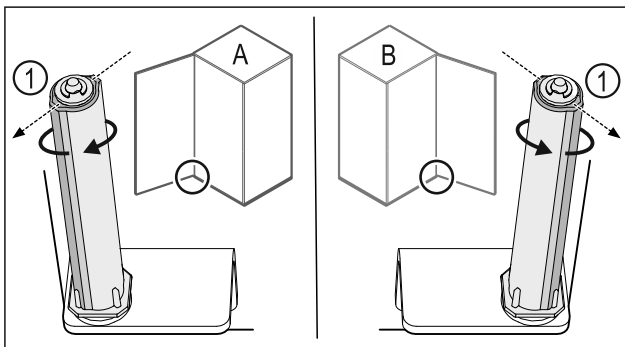

Fig. 41 左门挡(A) / 右门挡(B)
- ▶ 克服阻力转动关门系统，直至关门系统 Fig. 41 (1)的连接片朝外。